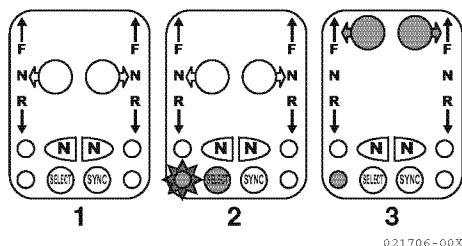

Figura 12
1. (1, **Figura 12**) mostra la stazione inattiva.
2. Premere il pulsante SELECT (Seleziona) (2, **Figura 12**). Il pulsante si illumina (in grigio nella **Figura 12**) e la spia su select lampeggia (stella attorno alla luce nella (**Figura 12**)).
3. Spostare la(e) manopola(e) per accelerare in avanti o indietro in base alla posizione della stazione attiva (3, **Figura 12**). La spia(e) della leva corrispondente si accende in modo fisso (in grigio nella (3, **Figura 12**)) e la spia su Select si accende in modo fisso (in grigio nella (3, **Figura 12**)).